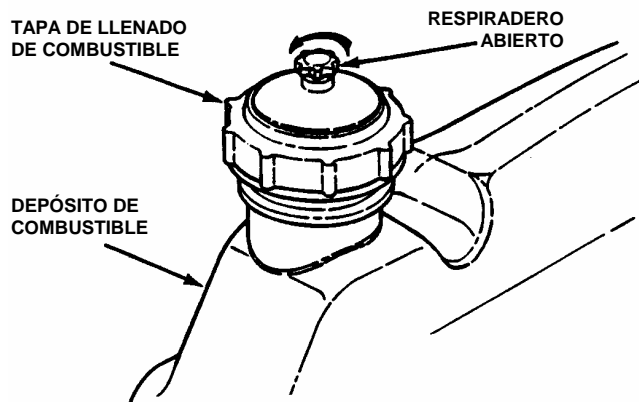

FIGURA 2.2
2.1.7. Cargue de combustible el depósito después de empujar el cortacésped de asiento con motor trasero a un lugar al aire libre donde se puedan disipar los vapores. Asegúrese de apretar firmemente la tapa de llenado de combustible y abrir el respiradero. Para las especificaciones del combustible, consulte el manual del motor. Vea la figura 2.2.
**IMPORTANTE:** Si no se abre el respiradero se puede causar la parada del motor. Vea la figura 2.2.
4. Abra el respiradero de la tapa de llenado de combustible girándola en sentido contrario a las manecillas del reloj. **IMPORTANTE:** Si no se abre el respiradero se puede causar la parada del motor. Vea la figura 2.2.